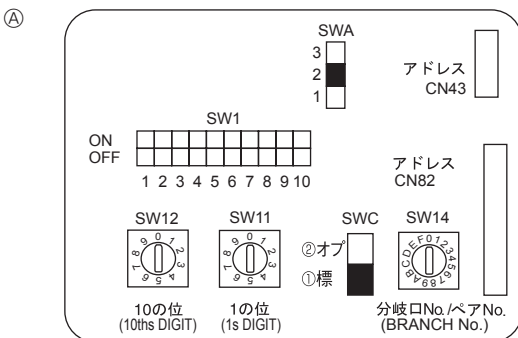

Fig. 6-4
③ Drahtlose Fernbedienung (bei Einbau eines Funksignalempfängers)
6.5. Adressen einsetzen (Fig. 6-4)
6.6. Schaltereinstellung für unterschiedliche Deckenhöhen (Fig.6-4)
6.7. Messen der Raumtemperatur mit dem in eine Fernbedienung eingebauten Temperaturfühler (Fig.6-4)